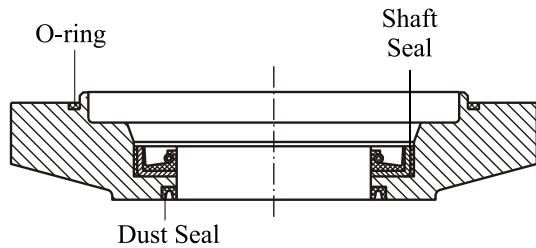

Fig.5
10. Remove dust seal, shaft seal and O-ring Капак преден (виж Fig.5).